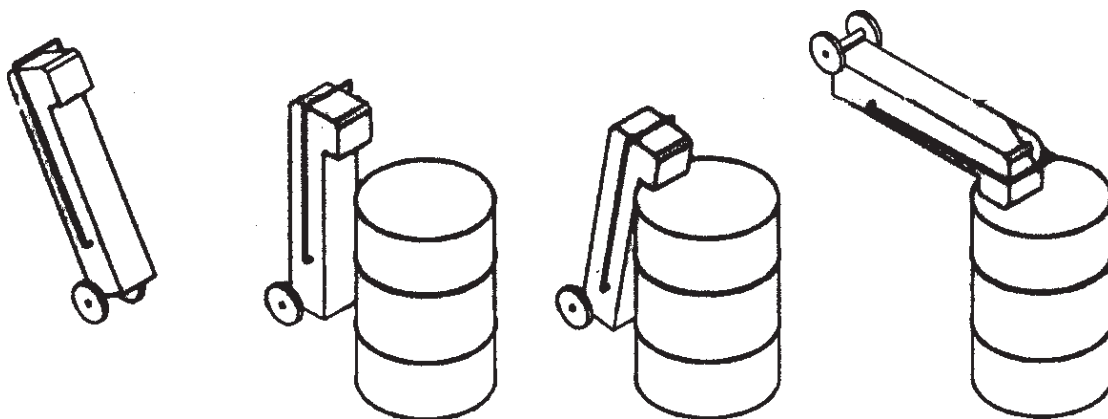

Figure 5
7. Pousser la navette jusqu'à la cuve de graisse usée. Figure 5.
8. Suspendre la navette au-dessus de la cuve. Figure 5.
9. En utilisant la cuve comme pivot, relever le bas de la navette par la poignée pour verser la graisse dans la cuve. Figure 5.